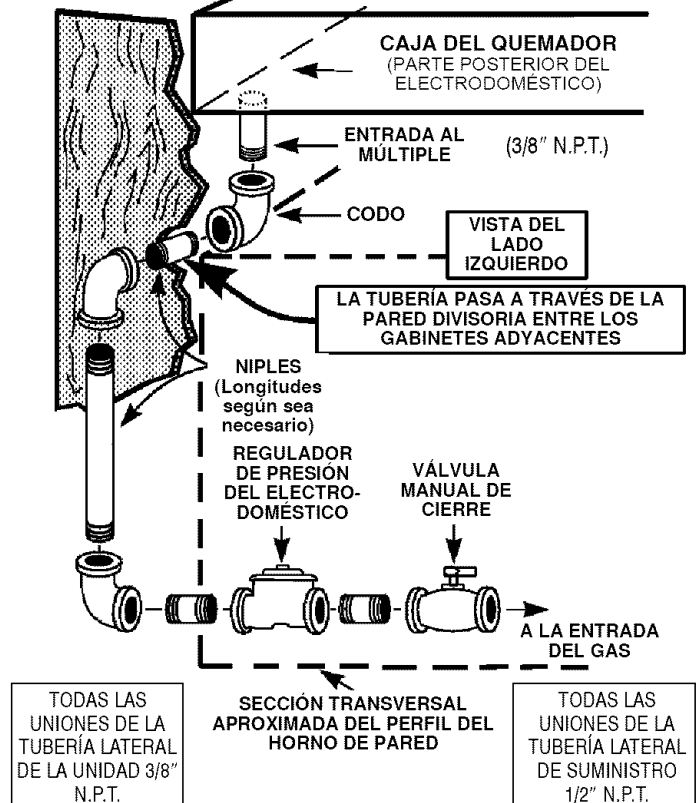

FIGURA 4
Nota, en relación a la Figura 4 anterior:
- Para comodidad al prestarle servicio una unión (no se muestra, disponible localmente) debería incluirse en la tubería ilustrada en la figura 4, en la ubicación más práctica para la instalación. Por lo general, un lugar práctico es en el gabinete que se encuentra debajo del electrodoméstico, cerca de la entrada del múltiple, en lugar de en el gabinete adyacente.
Si se montará el tomacorriente en el gabinete adyacente derecho o izquierdo, deberá proporcionarse un orificio de separación, como se describe anteriormente, en la pared divisora entre los dos gabinetes. La figura 4; página 5, ilustra una pared divisora típica (lado izquierdo). El orificio
de separación (no se muestra en la figura 4) puede ubicarse según sea conveniente en esta pared izquierda o en la pared derecha correspondiente.